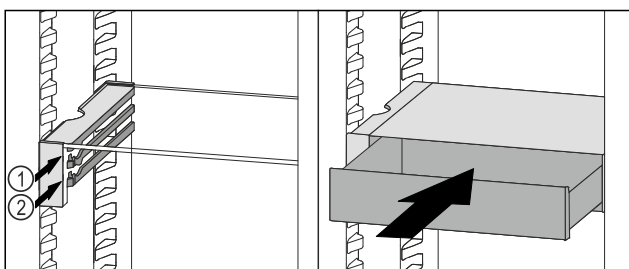

Fig. 99
- ▶ Posizionare il cassetto VarioSafe dietro i tappi sulla nervatura desiderata Fig. 99 (1) o Fig. 99 (2).